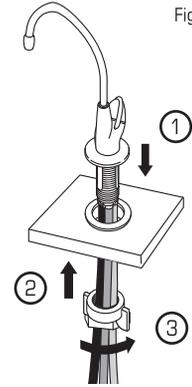

Fig. 20
3. **A la vez de sostener el empaque** de hule espuma en su lugar, contra la estructura del grifo, **baje** el vástago del grifo eSpring y los tubos por el orificio en el mostrador o borde del fregadero (1). Con un ayudante que sostenga el grifo en su lugar, **alcance** por debajo del mostrador y **deslice** la tuerca de mariposa en el grifo roscado (2). **Coloque** el grifo en la orientación deseada y **ajuste** la tuerca de mariposa para fijar el grifo en su lugar (3) (Fig. 20).